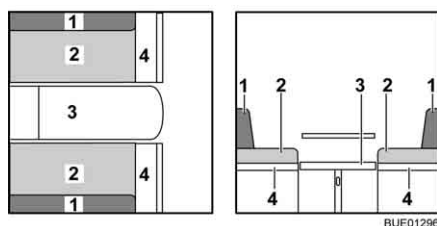

Fig. 119 Durante la trasformazione
- Allargare il sedile (Fig. 119,4).
- Rimuovere i cuscini dello schienale (Fig. 119,1) e riporli.
- Tirare i cuscini del divano (Fig. 119,2) verso il centro.